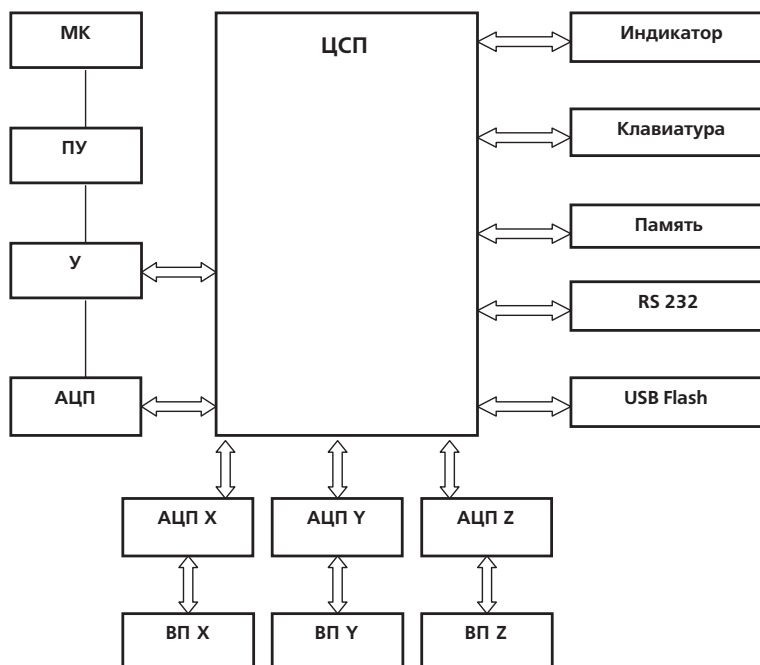

Рис. 2.3.. Функциональная схема прибора.
2.4. Измерение параметров шума основано на преобразовании звуковых колебаний в электрические с их последующей обработкой в соответствии функциональной схемой прибора, рисунок 2.3. Преобразование звуковых колебаний в электрические производится МК. С выхода ПУ сигнал поступает на вход усилителя У. Установка коэффициента усиления У осуществляется переключателем диапазонов с шагом 20 дБ. Дальнейшая обработка сигнала осуществляется цифровым способом. Частота оцифровки сигнала 96 кГц, в диапазоне ультразвука 192 кГц. Разрядность 24 бит. Цифровое представление сигнала поступает в ЦСП и обрабатывается по алгоритму, соответствующему выбранному режиму измерения.
2.5. Измерение параметров вибрации основано на преобразовании колебаний в электрический сигнал с помощью ВП его последующей обработкой в соответствии функциональной схемой прибора, рисунок 2.3. Дальнейшая